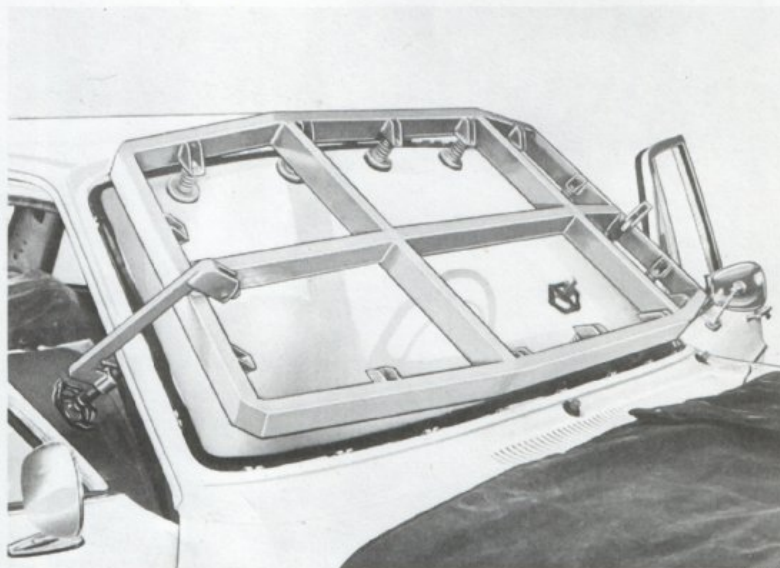

Bild 4
6. Montera fixturen SVO 2899 (se bild 4) och pressa fast rutan. När rutans yttre plan ligger $1 \pm 1,5$ mm från karossens ytterkant, är den i sitt rätta läge. Låt fixturen sitta kvar i ca 45 sekunder. SVO 2899 beräknas kunna levereras vecka 42-44.